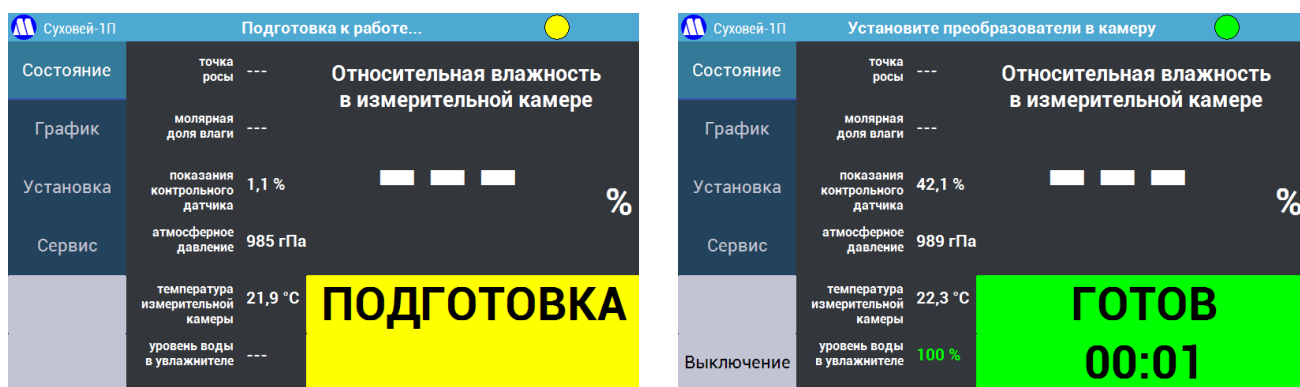

Рисунок 23 – Включение генератора.
8.2.4. По завершении включения статус генератора изменяется на «Готов», а цвет индикатора состояния изменяется на зеленый (Рисунок 23 справа). Появляется возможность запуска программ из меню «Установка», «Программы» и «Сервис». В верхней строке экрана отображается сообщение «Установите преобразователи в измерительную камеру».